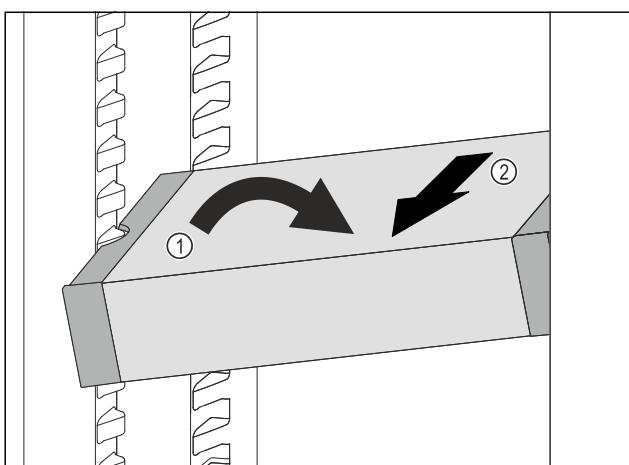

Fig. 132
- VarioSafe postavte v chladničke šikmo. Fig. 132 (1)
- VarioSafe vyberte dopredu. Fig. 132 (2)